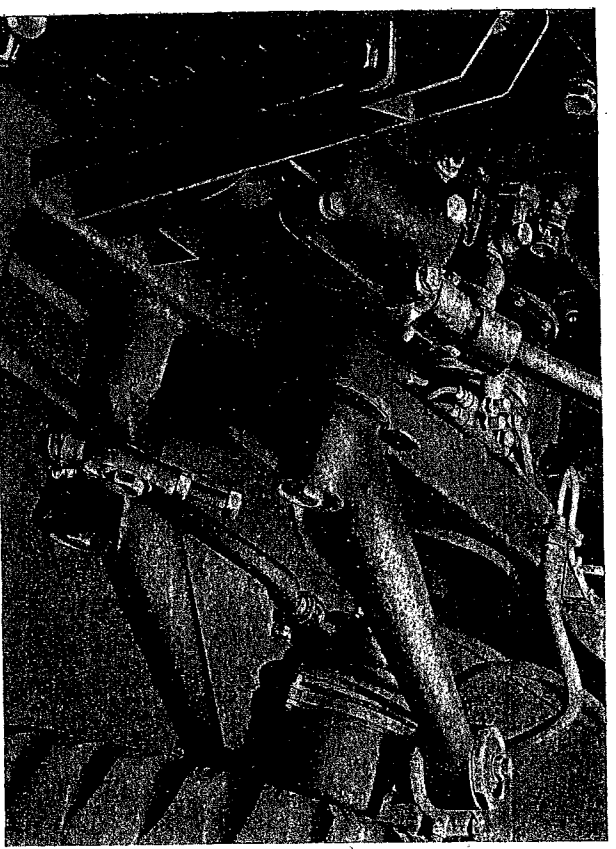

Abb. 5 Radaufhängung vorn
2.12 Vorderräder (Tafel 15 und Abb. 5)